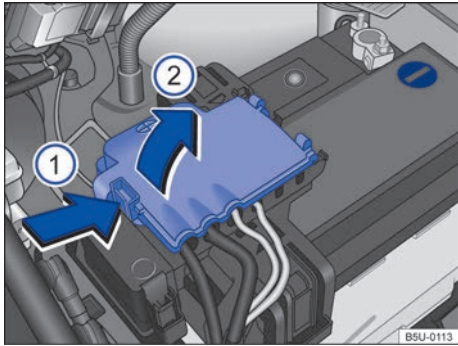

Fig. 186 Compartimento del motor: acceso al terminal positivo de la batería.
- Abrir la cobertura del polo positivo. Para abrir, presionar la traba en el sentido de la flecha ⇒ fig. 186 ①, plegar la cubierta hacia el costado en el sentido de la flecha ②.